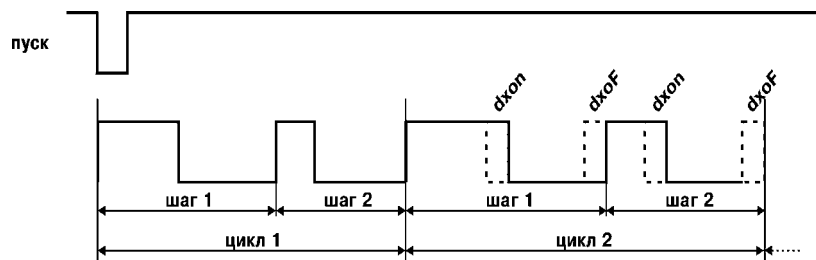

Рис. 4
3.1.2.6. После выполнения очередного цикла время длительности импульса в каждом шаге последовательности может автоматически изменяться на величину « $dX_{оп}$ », а время длительности паузы – на величину « $dX_{оФ}$ ». Для этого необходимо задать значения этих параметров отличными от нуля (рис. 4).